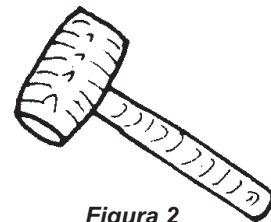

Figura 2
**Mazo.** Es una herramienta en forma de martillo, de mango y cabeza de madera. Es utilizado para golpear lámina y darle forma o para eliminarle los bordes filosos, sin correr el riesgo de romperla o dejarle marcas profundas (figura 2).